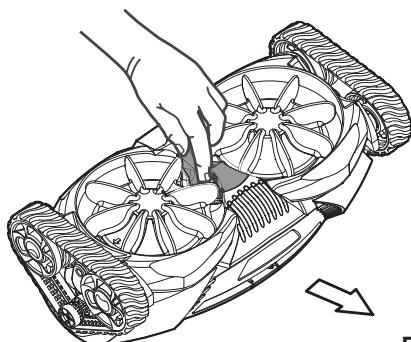

Figura 10
- Sujete el adaptador de entrada amarillo e inserte un dedo en el orificio del adaptador (figura 10).